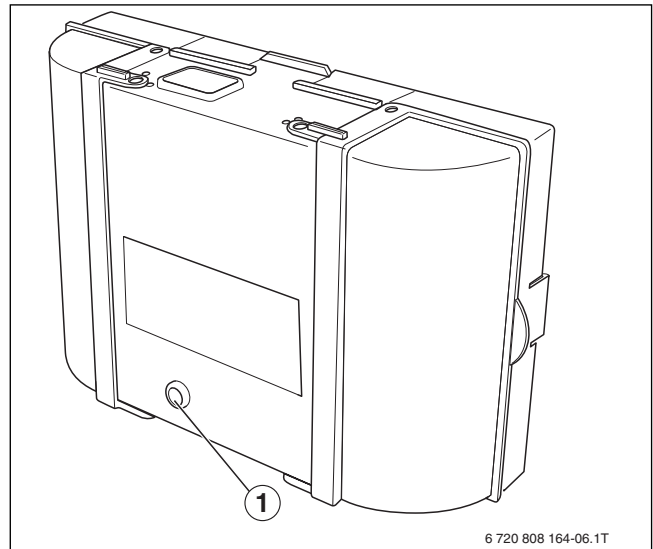

Bild 51 SAFe 30 Entstörtaste mit LED
- ▶ Entstörtaste (→ Bild 51, [1], Seite 34) länger als 1 s drücken (entriegeln). Nach ca. 5 s geht der Brenner in den Anfahr- oder Betriebsmodus.